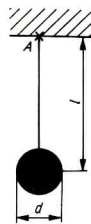

Bild 54
- 10.11 Untersuchen Sie an zwei Beispielen, ob die nach Bild 54 aufgehängte Kugel als Fadenpendel aufgefaßt werden darf, indem Sie das Verhältnis der Frequenzen ausrechnen. Es ist